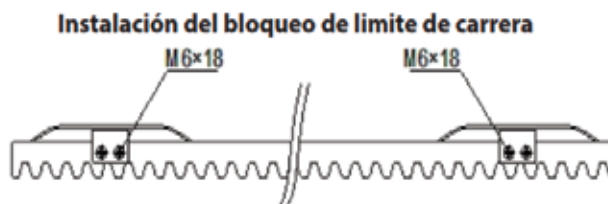

Fig. 6
- Instalar el bloque de límite como se muestra en la Fig. 5 y la Fig. 6. El interruptor de límite y los bloques son usados para controlar la posición de la puerta.
Interruptor de límite Fig. 6